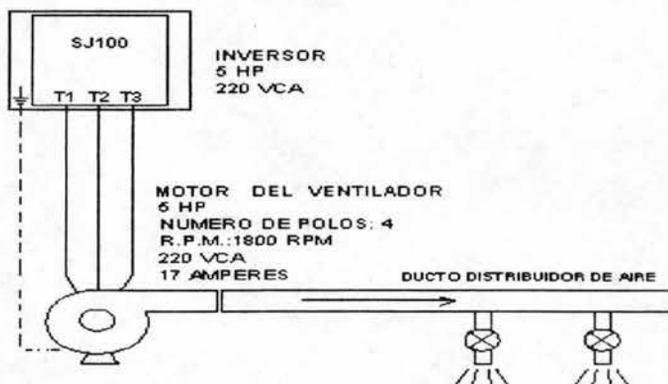

Figura 4.24 Conexión al motor del ventilador
Antes de iniciar la secuencia de programación es necesario realizar las conexiones que a continuación se muestran en la figura 4.24 y 4.25
1) Se debe realizar la conexión del inversor al motor del ventilador previa inspección de cableado (figura 4.24).